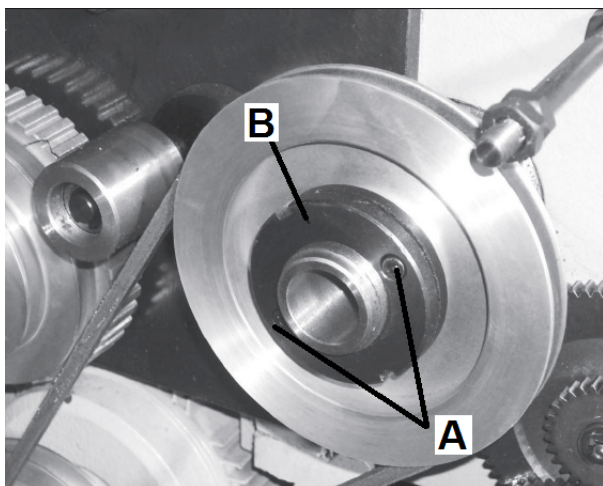

Figure 11-2 : Réglage du palier
Desserrez deux vis à tête hexagonale (A, Fig 11-2). Serrez l'écrou (B) jusqu'à ce que le jeu axial soit rattrapé.